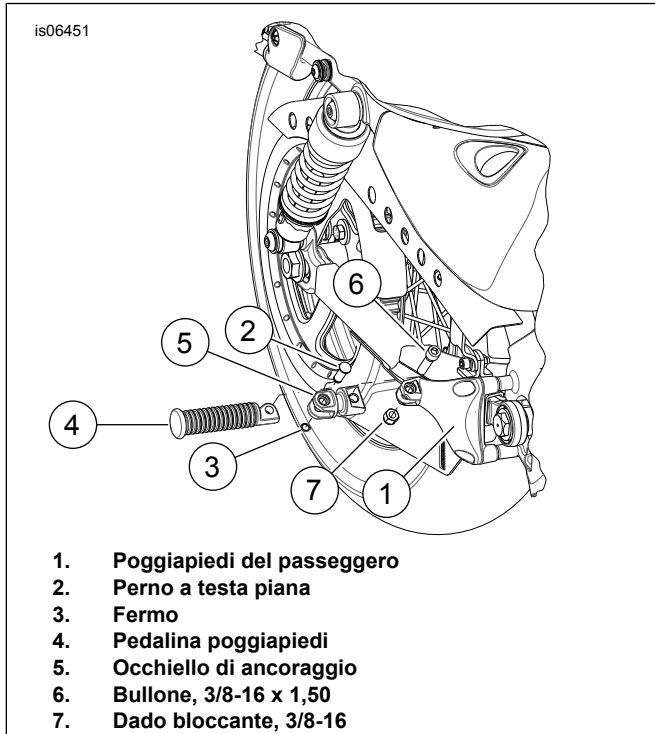

Figura 1. Installazione occhiello di ancoraggio
4. Vedere Figura 1. Installare l'occhiello di ancoraggio (5) a ciascun poggiatesta passeggero (1) utilizzando la bulloneria che si trova nel kit borse portapacchi (6 e 7). Serrare il dado ad una coppia di 13,6–21,7 N·m (10–16 ft-lbs).
5. Installare la pedatina poggiatesta passeggero (4) all'occhiello di ancoraggio (5) in base alle istruzioni fornite con il kit poggiatesta passeggero utilizzando perni (2) e fermi (3).